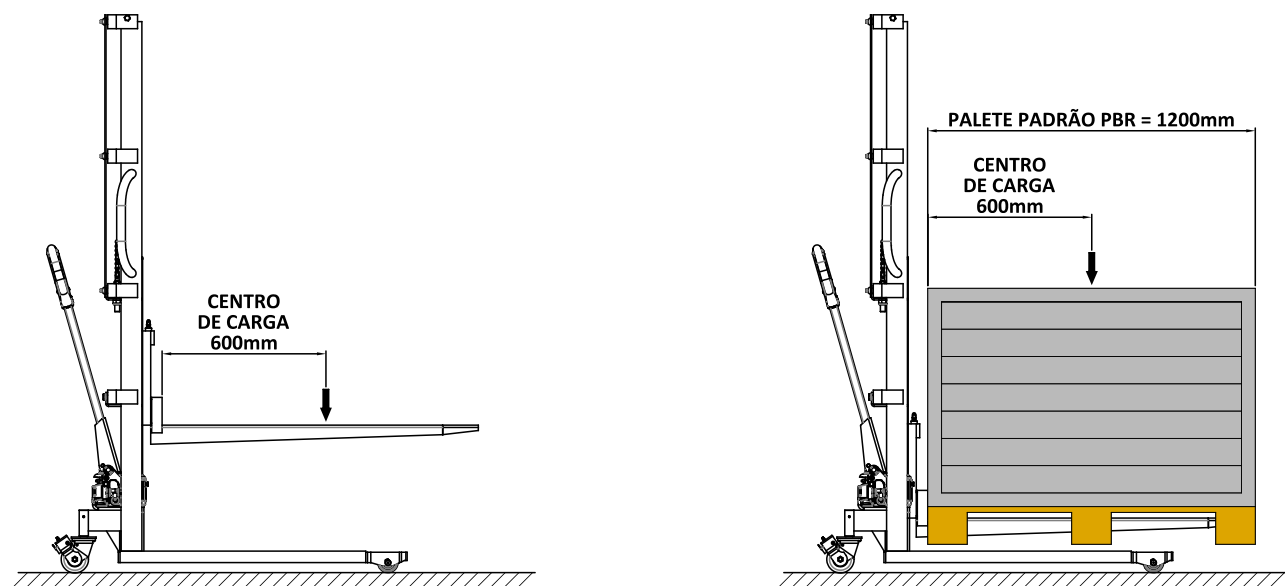

Figura 1 – Centro de carga
3. O paleta carregado deve ser disposto na empilhadeira sempre sobre os dois garfos e respeitando o Centro de Carga(Figura 1) do equipamento conforme lamina técnica (Item 6.2).
- 3. El pallet con la carga debe estar dispuesto en el apilador siempre sobre los dos horquillas y respetando el centro de carga(Figura 1) del equipo de acuerdo com la ficha técnica(Artículo 6.2).*